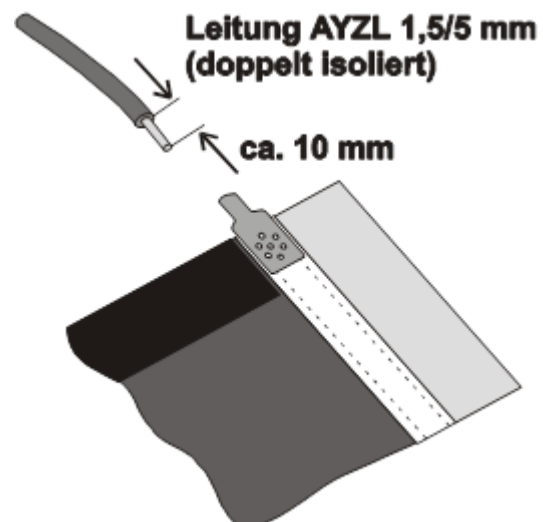
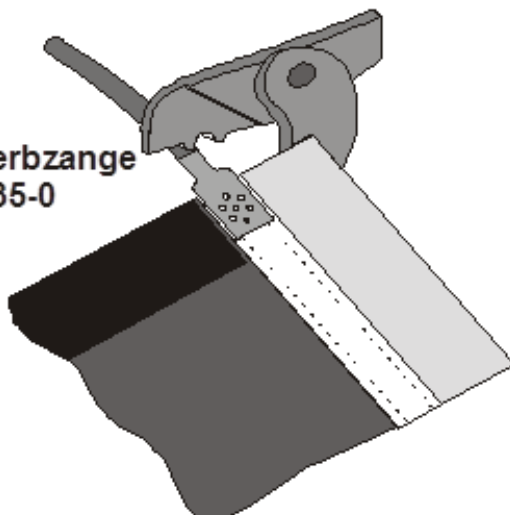

Abb. 5: Aufbringen der Anschlussleitung
Abb. 6: Kerbverbindung für Anschlussleitung
2. Anschlussleitung AYZL 1,5/5 mm ca. 10 mm abisolieren, blankes Leiterstück in die Klemm-Öse des Termi-Foils einschieben und mit Kerbzange AMP Nr. 49 935 verquetschen. (Abb. 5 und Abb. 6)